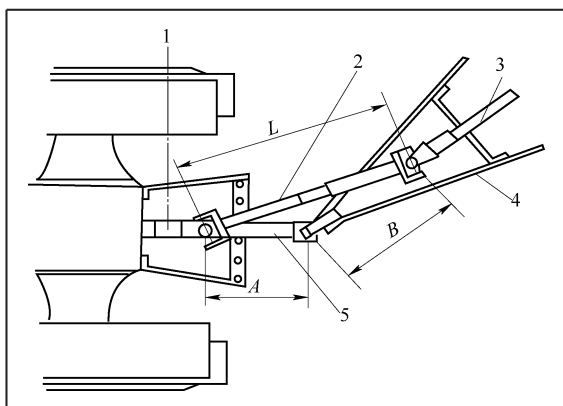

图 1-49 动力输出轴与农具连接
(1) 动力输出轴 动力输出轴一般都布置在拖拉机的后面，但也有前置式的，如图 1-49 所示。它将拖拉机的动力传给自身不具备动力装置的作业机械。动力输出轴一般应满足以